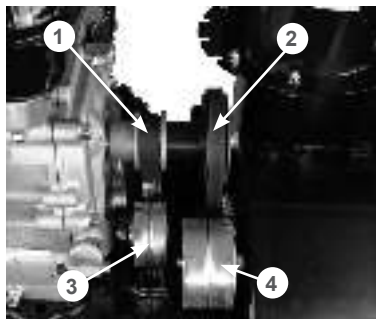

Рис. 44 Обслуживание ремней привода
2. Проверьте состояние ремней (Рис. 44). Если ремень протерт, надорван или заметны иные повреждения, он должен быть незамедлительно заменен.